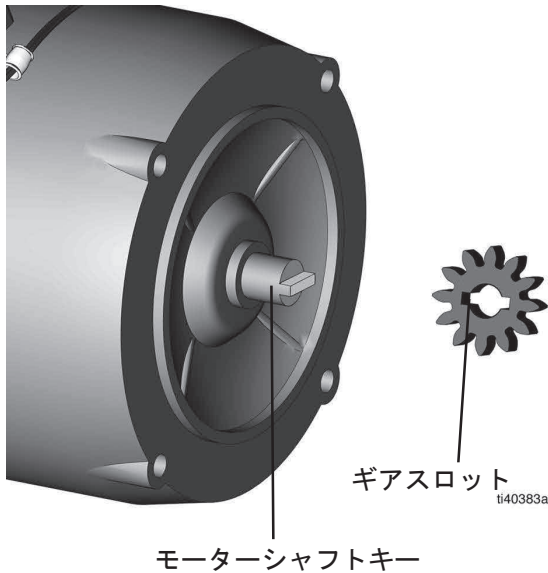

図 5
1. ポンプハウジングアセンブリをモーターに乗せません。モーター軸のキーは、内カバーのギアの溝と一致している必要があります (図 5)。